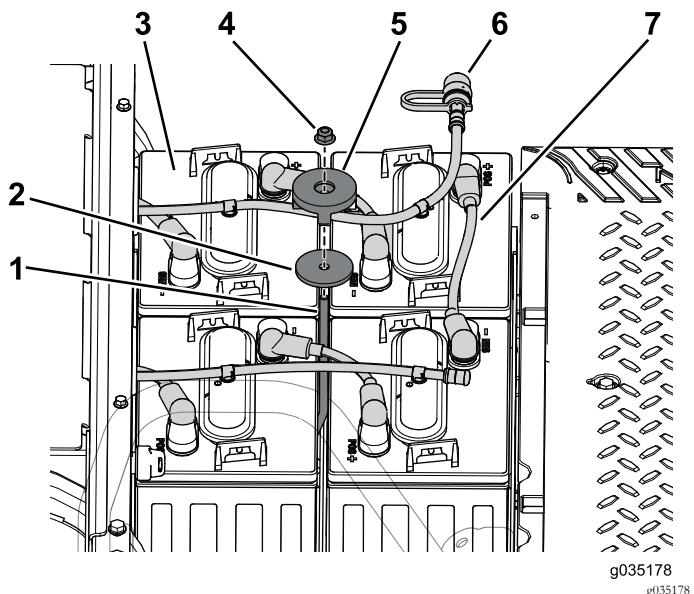

Figura 98
- Instale as quatro baterias no tabuleiro da bateria dianteiro (Figura 98).
- Utilize a haste da fixação, anilha, fixação e porca de bloqueio para prender as baterias no tabuleiro da bateria (Figura 98).
- Ligue os cabos da bateria ao terminal positivo (+) nas baterias (Figura 98).
6. Instalação da mangueira de rega nas baterias (Figura 98).